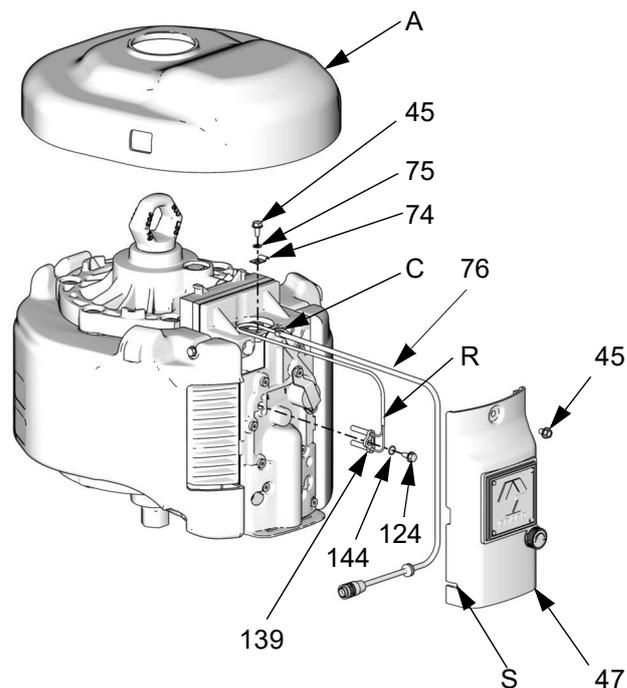

**FIG. 16. Sostituzione del sensore lineare**
4. Tenere l'adattatore (33) con una chiave per impedire che ruoti e svitare l'anello di sollevamento (21). Vedere FIG. 16.